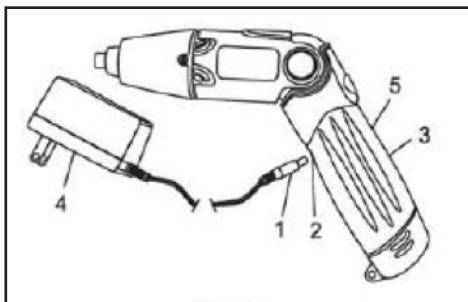

Fig.1
2) Inserte el enchufe del cargador de batería (1) dentro del receptáculo del cargador(2) en el mango del destornillador in-alámbrico(3) (Fig.1)
3) Enchufe el cargador de batería (4) en un receptáculo de pared (120V 60Hz)